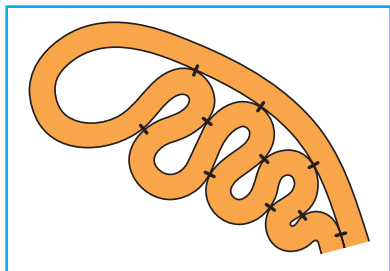

Рис. 40. Скрепление деталей рисунка в местах их касания
3. Скрепи детали рисунка в местах их касания нитками в тон тесьмы (рис. 40). Используй шов «вперёд иголку» или «строчка».